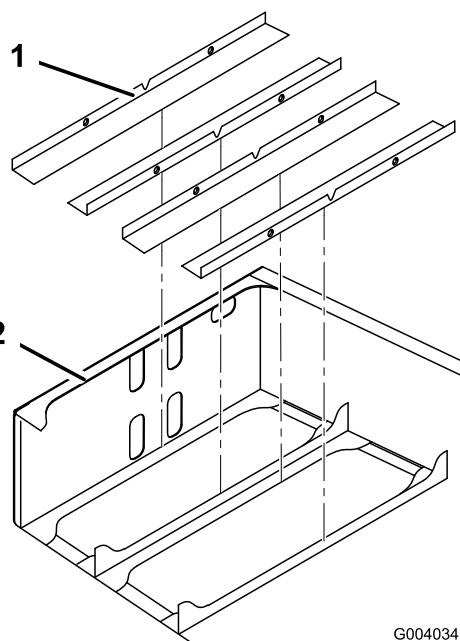

Figura 4
2. Montate i supporti del vassoio delle batterie all'interno del telaio posteriore, come illustrato in Figura 4.